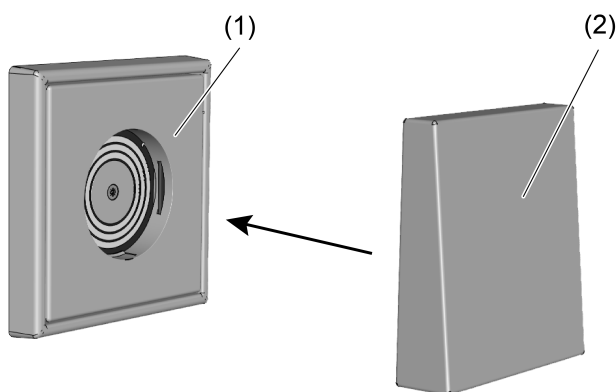

Bild 1: Lichtaufsatz montieren
- Lichtaufsatz (2) auf die montierte Lichtsteckdose (1) aufsetzen (Bild 1).